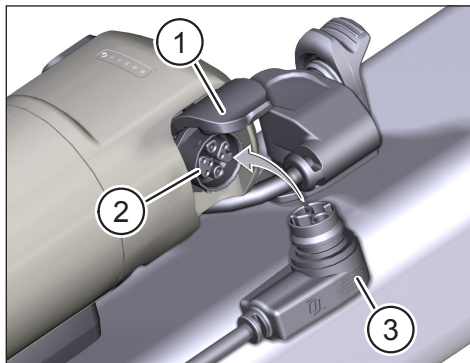

Fig. 23: Ladda räckviddsförlängaren
- ▶ Öppna locket (nr 1 i fig. 23) på räckviddsförlängarens laddningsport.
- ▶ Kontrollera att kontakterna i laddningsporten (nr 2 i fig. 23) är fria från smuts och rengör dem vid behov.
- ▶ Sätt i laddarens laddningskontakt (nr 3 i fig. 23) i laddningsporten på räckviddsförlängaren.